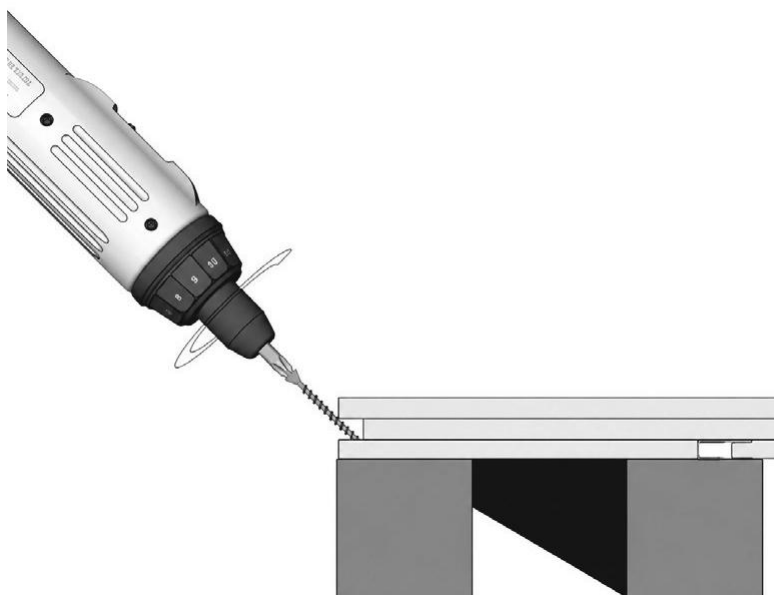

FIG. 16 – BUITENSTE ONDERRAND SCHUIN GESCHROEFD
- 01 Met de omkaderingsplank op zijn plaats schroeft u schuin door de buitenste onderrand en bevestigt u deze aan de regel (fig. 16). Boor voorboorgaten in de terrasplanken voor die 2 mm breder zijn dan de schroefschacht; draai schroeven niet te diep in de terrasplanken om te voorkomen dat het materiaal splijt.